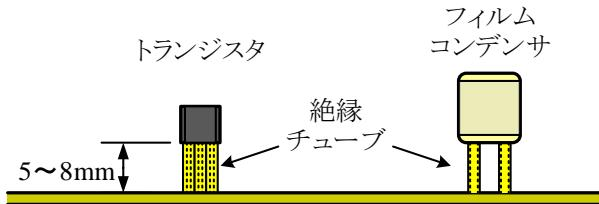

図7 絶縁チューブをかぶせる部品の取付け方
- ④ トランジスタ (TR4), フィルムコンデンサ (C5～C7) は、図7のように絶縁チューブをかぶせて取付ける。基板から部品下端までの高さは、5～8mmとする。